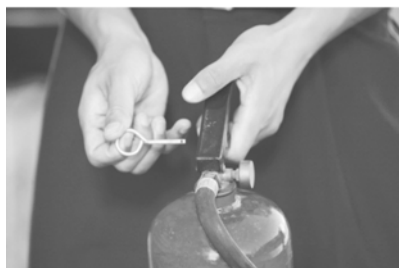

图 1-24 拔出保险销
(1) 干粉灭火器按移动方式分为手提式、背负式和推车式三种，主要适用于扑救各种易燃、可燃固体、液体和气体火灾，以及电气设备火灾。家装公司在装修现场配置的一般是手提式干粉灭火器。
(2) 先颠倒几次，再拔出保险销（如图 1-24 所示），快速调整好人与着火点的距离，注意角度，对准火的根部，左右扫射，向前推进，不留残火。